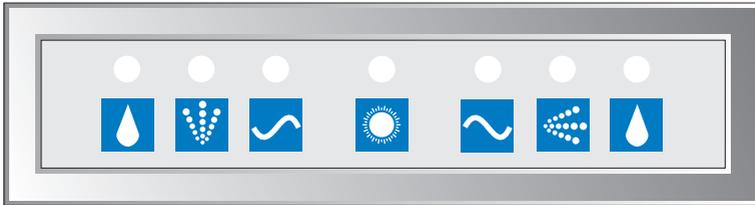

Abbildung 8
4.1.2 Hydro/Aero -Kombinationssteuerelemente. (siehe Abb. 8)